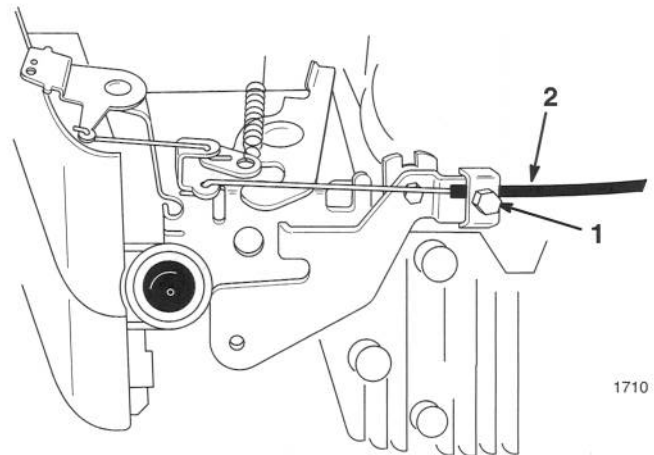

Figure 23
2. Vis (2)
3. Desserrer la vis du serre-câble de façon à permettre au câble de glisser (Fig. 23).